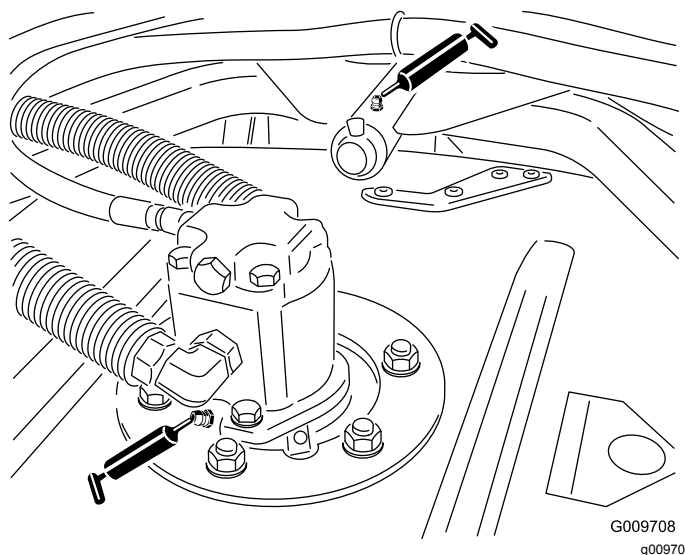

Figura 62
- Cuscinetti dell'asse del mandrino dell'apparato di taglio (2 per piatto) come illustrato nella Figura 62
- Boccole del braccio portante dell'apparato di taglio (1 per piatto) come illustrato nella Figura 62